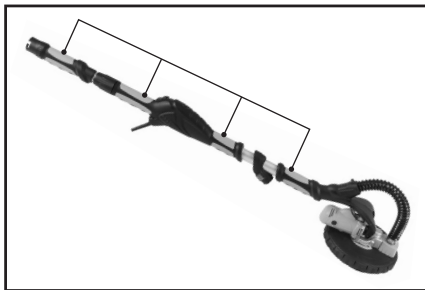

Abb. 11
Der Trockenwandschleifer muss immer mit beiden Händen gehalten werden. Entlang des Hauptrohrs sind vier (4) Greifflächen (**Abb. 11**) vorgesehen. Halten Sie die Maschine an der am besten geeigneten Greiffläche, wobei Ihre Hände so positioniert werden sollten, dass die beste Kombination von Erreichbarkeit und Hebelkraft für die beabsichtigte Anwendung erzielt wird.